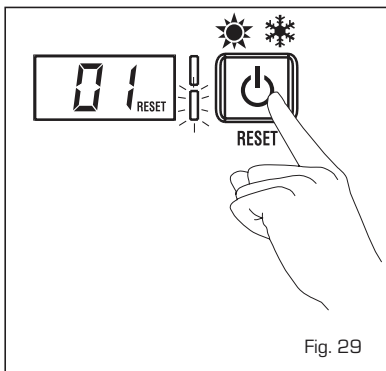

Fig. 29
- ALL 01 (fig. 29)
- ALL 02 (fig. 29/a)